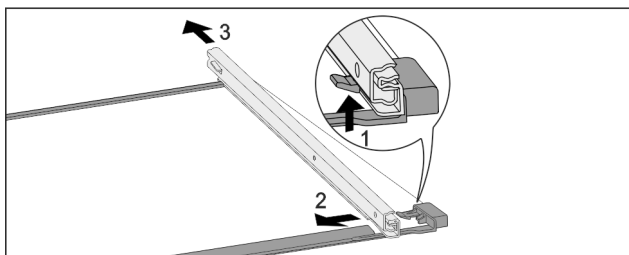

Fig. 65 Ripiano in vetro con guide
- ▶ Premere il gancio di fermo anteriore verso l'alto. Fig. 65 (1)
- ▶ Far scorrere la guida estraibile di lato Fig. 65 (2) e verso il lato posteriore Fig. 65 (3).